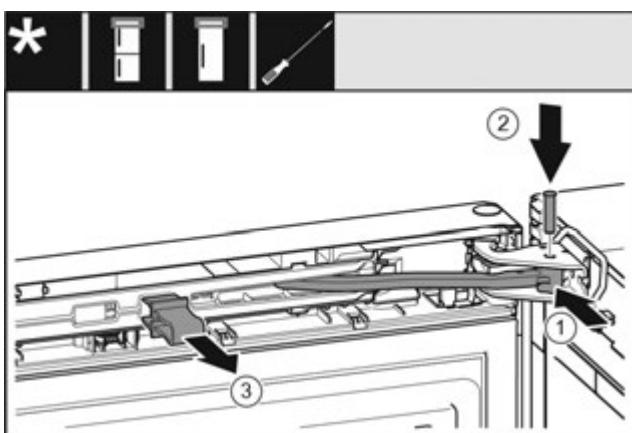

Fig. 50
- Поверніть шарнір в опорному кронштейні. Fig. 50 (1)
- Встановіть гвинт в опорний кронштейн та шарнір. При цьому виступ фіксатора повинен займати правильне положення в пазу. Fig. 50 (2)
- Зніміть запобіжник. Fig. 50 (3)